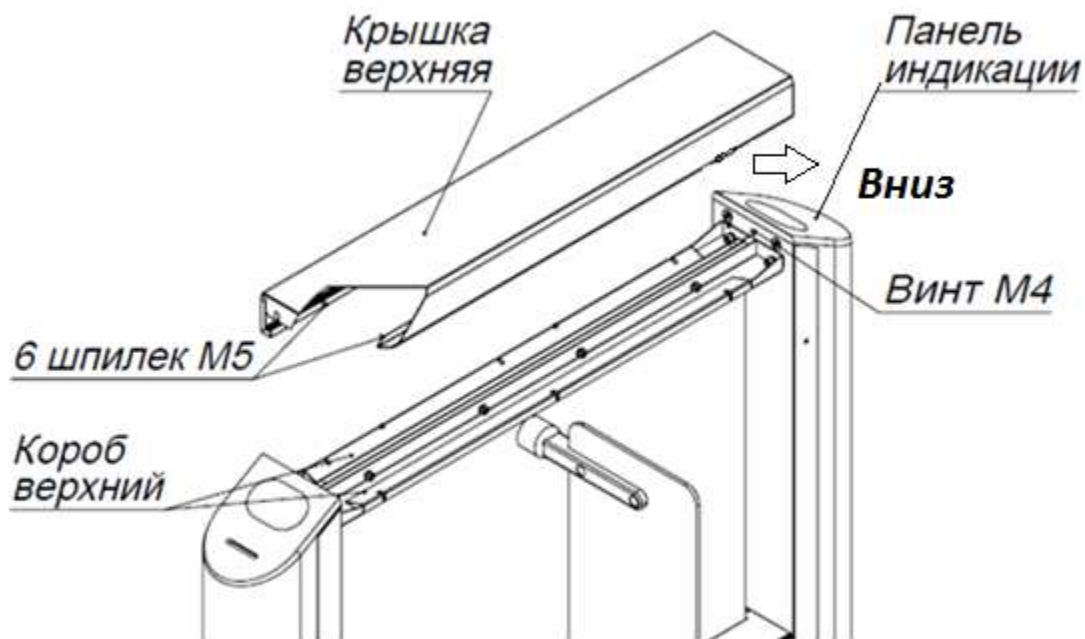

Рис. 14.
6.5.1. Снимите крышку верхнюю, открутив 6 гаек М5 со шпилек крышки, и открутите винт М4 на задней стенке картоприемника (рис. 14).
6.5.2. Сдвиньте панель индикации картоприемника вниз до упора в направлении, указанном на рис. 14. Аккуратно поднимите панель.
6.5.8. АККУРАТНО(!) установите панель индикации в исходное положение. Закрутите винт М4 рис. 14